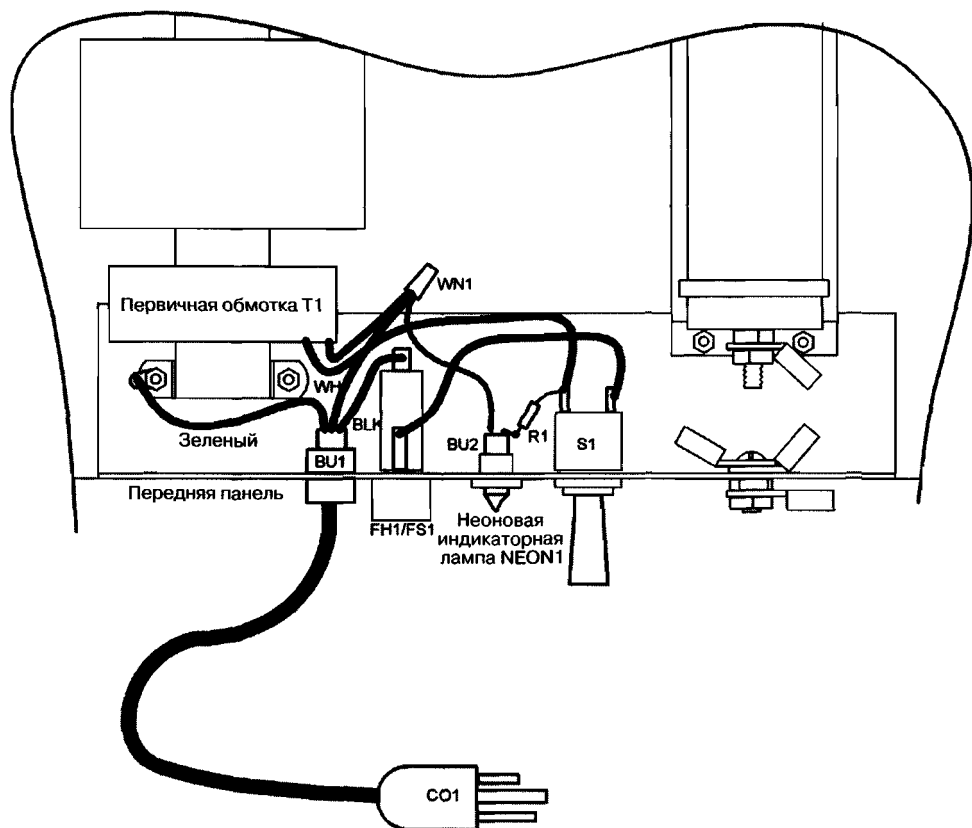

Рис. 14.15. Низковольтные соединения на нижнем основании
15. Соберите PANEL1 и выполните соединения входной секции 115 В переменного тока, как показано на рис. 14.15. Очень важно проверить правильное заземление зеленого (третьего) провода шнура питания CO1, который электрически соединен с корпусом T1, секции PANEL1 и проводом заземления вторичной катушки.